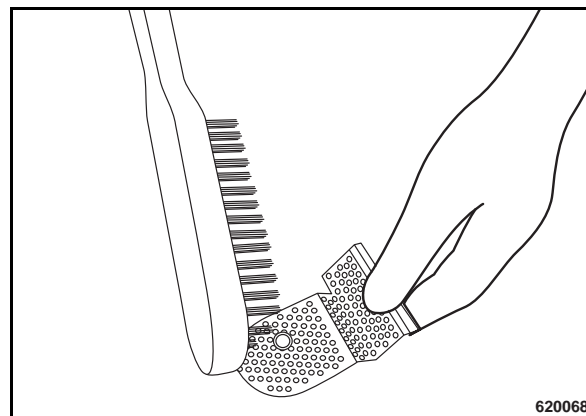

Fig. 48
- Quitar los depósitos en el elemento tamiz con un apropiado cepillo metálico (Fig. 48).